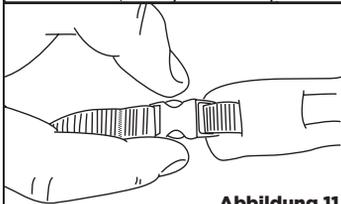

Abbildung 11
- 2 Um den Kinnriemen zu öffnen drücken Sie einfach die zwei runden Teile der Gabel zusammen, bis sie schmalere als die Wand der Halterung sind. Sobald dies der Fall ist, ziehen Sie an einem Ende bis der Gurt komplett getrennt ist. [Siehe **Abbildung 11**]